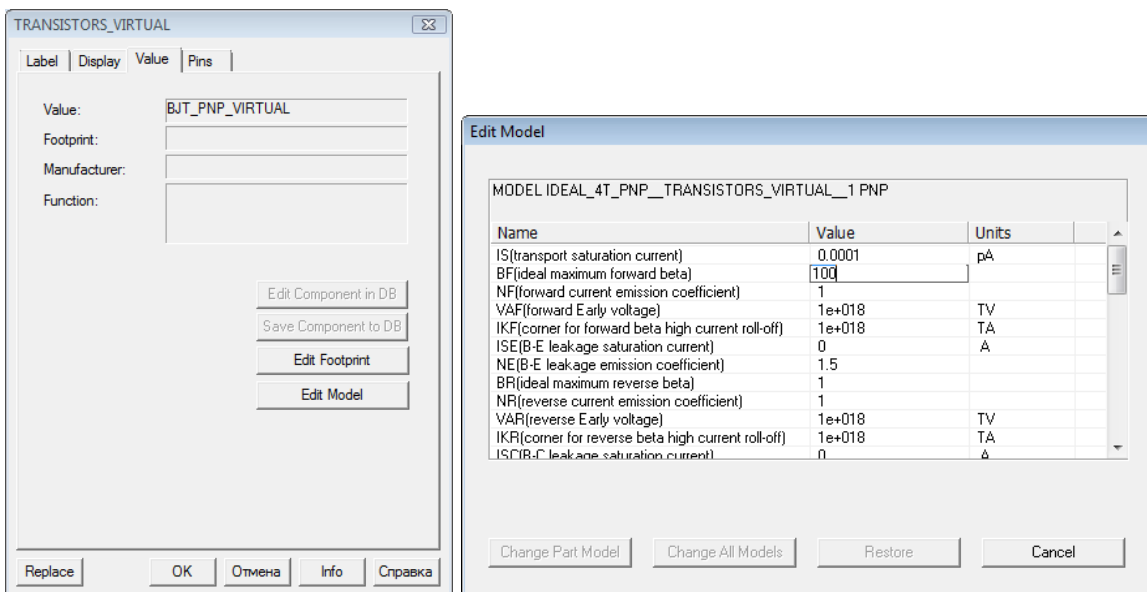

Рисунок 3.4
- Ознакомьтесь с параметрами модели виртуального транзистора и задать требуемые значения. Для этого открыть окно свойств компонента (нажать правую кнопку мыши на изображении компонента, выбрать «Properties») и выбрать «Edit Model». Теперь можно изменять параметры модели транзистора двойным щелчком левой кнопки мыши на значении интересующего параметра, подтверждая новое значение нажатием «Enter». После редактирования параметров необходимо сохранить изменения модели выбором «Change Part Model», «OK» (см. рис. 3.4).